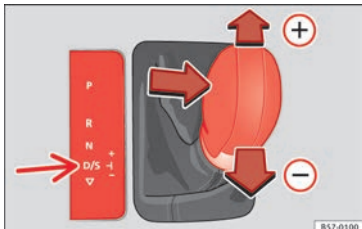

Fig. 195 Console centrale : Changer de vitesses en mode Tiptronic.
- Poussez le levier sélecteur vers l'avant (+) pour passer une vitesse supérieure »» **fig. 195**.